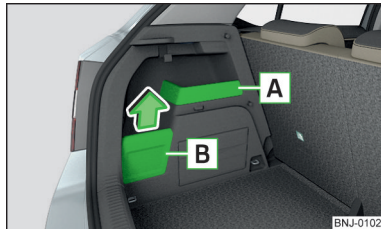

Abb. 90
- Das am Haken aufgehängte Gepäckstück, falls möglich, in das Ablagefach **B** » Abb. 90 auf Seite 89 einlegen, anderenfalls besteht die Beschädigungsgefahr der Ablagefachabdeckung.
- Wird am Haken ein Gepäckstück mit einem Gewicht von mehr als 2,5 kg aufgehängt, dann empfehlen wir, die Ablagefachabdeckung **B** » Abb. 90 auf Seite 89 abzunehmen, anderenfalls besteht die Beschädigungsgefahr der Ablagefachabdeckung.
Ablagefächer » Abb. 90
➤ Die Abdeckung des Ablagefachs **B** in Pfeilrichtung abnehmen » Abb. 90.
Das Ablagefach **A** » Abb. 90 ist zum Ablegen von kleinen Gegenständen bis zu einem Gesamtgewicht von 1,5 kg geeignet.